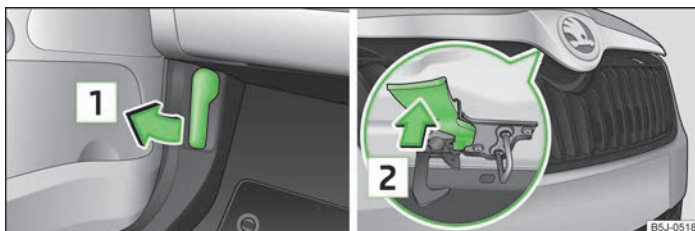

Fig. 116 Palanca de desbloqueo del capó/rejilla del radiador: Palanca de desbloqueo
- Tirar de la palanca de desbloqueo ubicada debajo del cuadro de instrumentos **1** » fig. 116.
- Presionar la palanca de desbloqueo en la dirección de la flecha **2** » fig. 116, el capó se desbloquea.